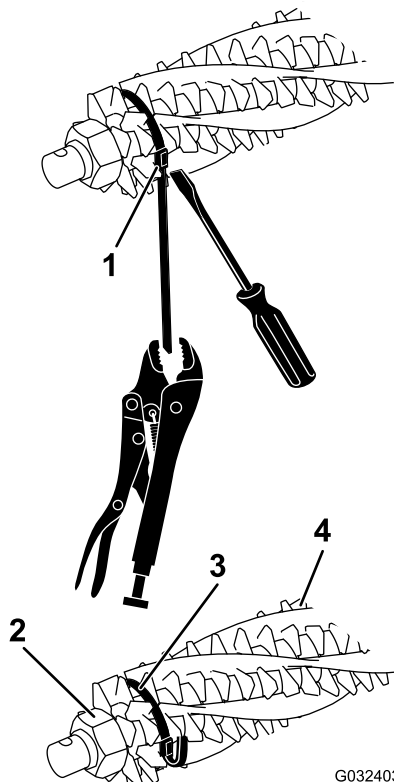
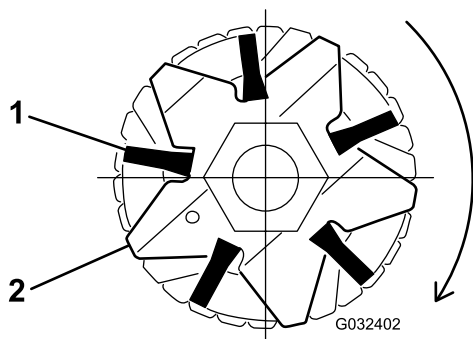

Рисунок 15
Рисунок 17
2. Ослабьте крепежные гайки ножей механической щетки на каждом конце вала механической щетки (Рисунок 15).
- Убедитесь, что щетина точно установлена в пазы ножей механической щетки (Рисунок 15 и Рисунок 17).
- Оберните крепежные ленты, не натягивая их, как показано на Рисунок 15, вокруг вала барабана механической щетки и щетины, вставляя ленты в канавки щетины Рисунок 17.
Примечание: Если щетина метлы установлена в пазах ножей неправильно, ослабьте крепежные гайки ножей с каждой стороны вала механической щетки, расположите щетину надлежащим образом в пазах ножей и затяните крепежные гайки ножей механической щетки (Рисунок 15).
- Прижимая отверткой пряжку крепежной ленты, зажмите каждую ленту плоскогубцами с зажимом и плотно затяните ленты до их фиксации в канавках щеток (Рисунок 15).